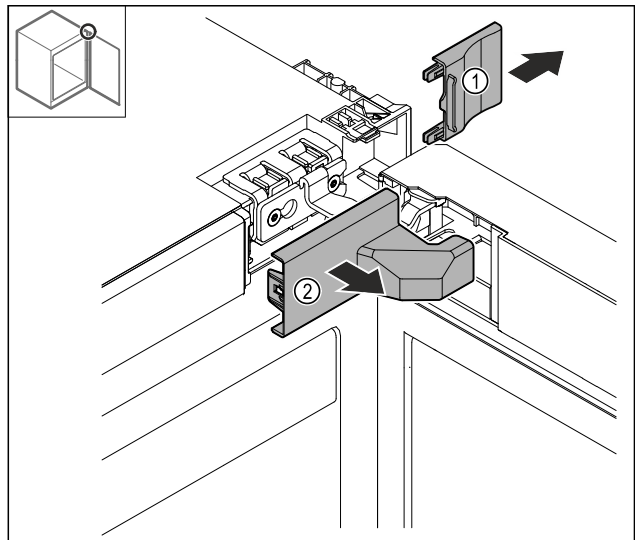

Fig. 6
- Abdeckung Fig. 6 (1) und dann Abdeckung Fig. 6 (2) entfernen.